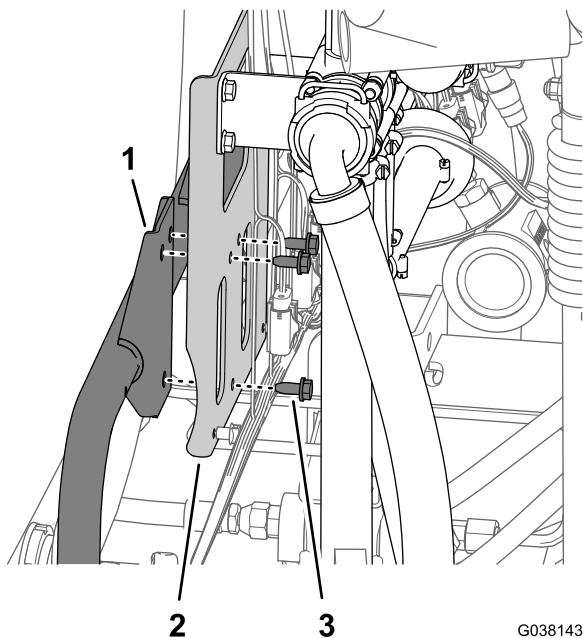

Figura 26
1. Sujetando el soporte de las válvulas de agitación, caudal, y fumigación maestra, retire los 3 pernos con arandela prensada (5/16" x 3/4") que sujetan el soporte de las válvulas a la pletina de montaje (Figura 26).